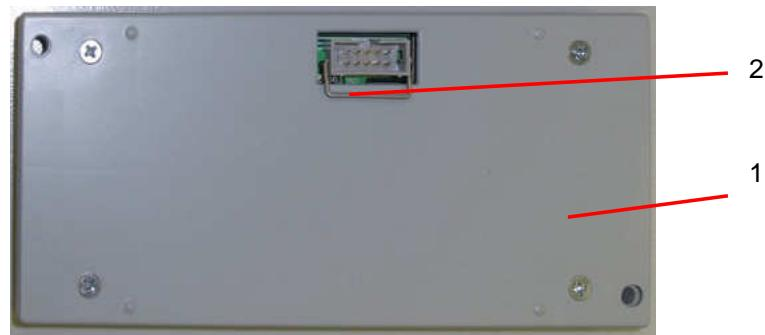

Рис. 7.36
7.17.1. Взять пульт управления 1 (рис. 7.36), перевернуть лицевой стороной вниз. Отогнуть фиксирующую скобу 2 разъема, как показано на рис. 7.36.